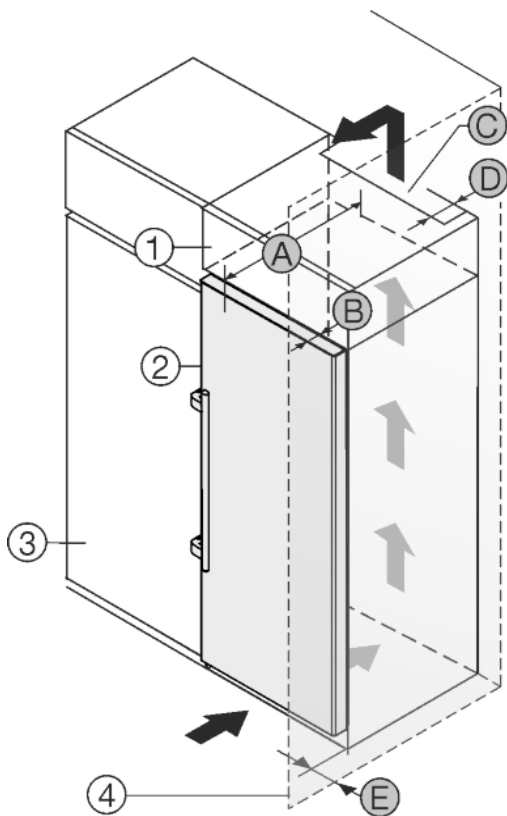

Fig. 24
Уредът може да е обграден с кухненски шкафове. За да изравните височината на уреда *Fig. 24 (2)* с височината на вградената кухня, над уреда може да се постави шкаф-пристройка *Fig. 24 (1)*.
Уредът да се постави непосредствено до кухненски шкаф *Fig. 24 (3)*. За да могат вратите да се отворят изцяло, уредът трябва да е издаден с дълбочината *Fig. 24 (B)* спрямо лицето на кухненския шкаф. В зависимост от дълбочината на кухненските шкафове и използването на детайли за отстояние от стената, уредът може да излезе още по-напред.
- От задната страна на шкафа-пристройка трябва да има вентилационен отвор с дълбочина *Fig. 24 (D)* по цялата ширина на шкафа-пристройка.
- Под тавана на помещението трябва да се спази сечението за вентилация *Fig. 24 (C)*.
Когато уредът се поставя с пантите до стена *Fig. 24 (4)*, трябва да бъде спазено разстоянието *Fig. 24 (E)* между уреда и стената. Това отговаря на разстоянието, с което дръжките стърчат при отворена врата.